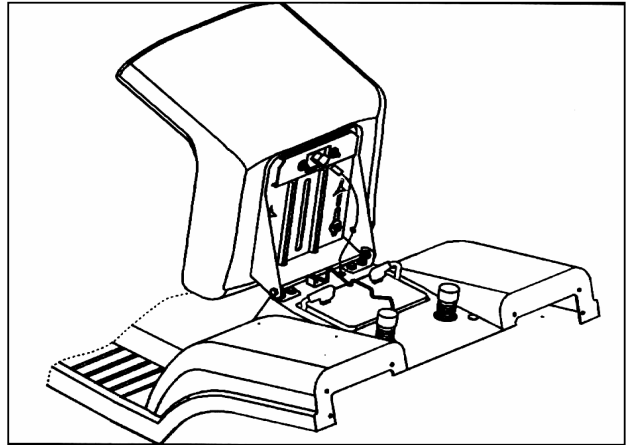

Fig. 8
5. Replacer la batterie et la fixer avec la barre (voir fig. 8)